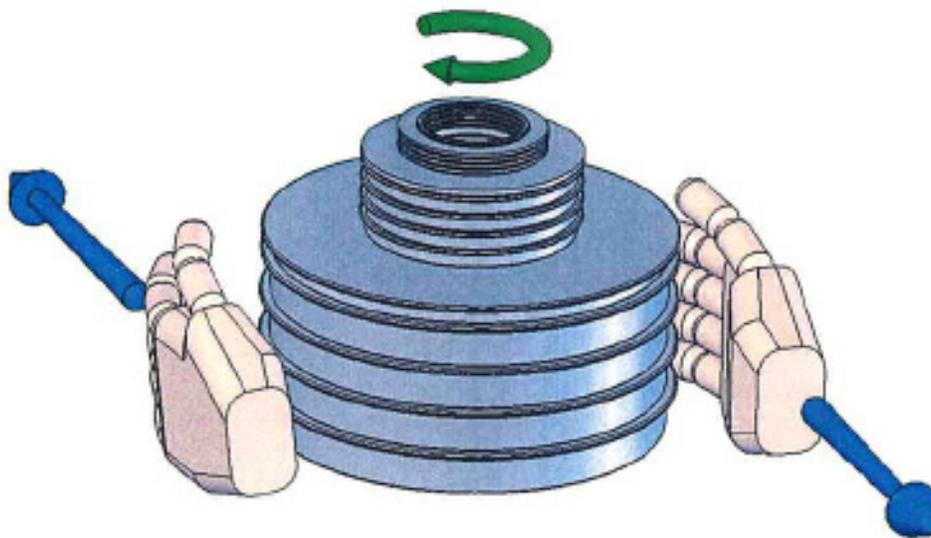

Рис. 4-2. Вращение грузов
3. Осторожно раскрутите стопку грузов по часовой стрелке, чтобы она вращалась со скоростью приблизительно от 10 до 60 оборотов в минуту. При повороте грузов избегайте боковых нагрузок: возьмитесь за стопку ладонями с двух сторон и приложите усилия в противоположных направлениях, см. Рис. 4-2.